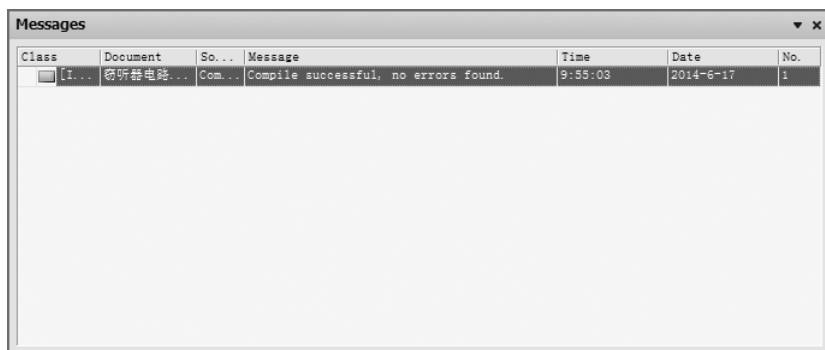

图 8-47 “Message”（信息）面板
1) 打开电路原理图文件，选择菜单命令“工程”→“Compile PCB Project 无线电监控器电路.PrjPCB”（编译项目文件），系统编译设计项目。编译结束后，打开“Message”（信息）面板，如图 8-47 所示。查看有无错误信息，若有，则修改电路原路图。